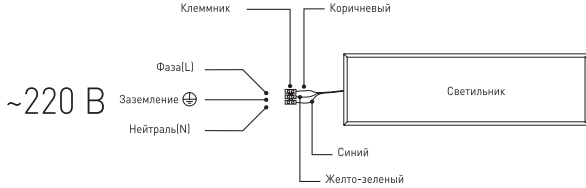

Рис.1. Схема подключения светильника к сети 220В.
3.3.2. Этот провод необходимо подключить к проводу источника питания с помощью внешнего клеммника (в комплект не входит) в соответствии со схемой, изображенной на рис.1: